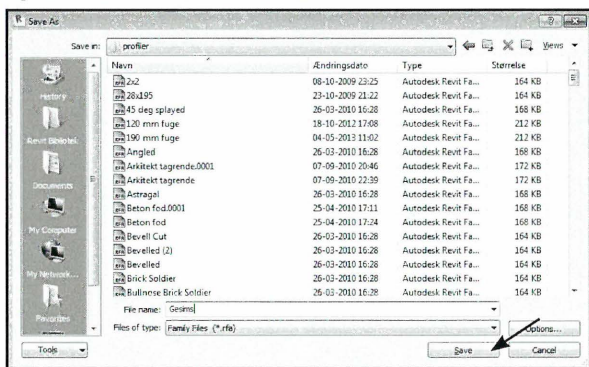

Fig. 03.07. Find frem til en mappe på din computer og navngiv eksempelvis gesims.
- Find et sted på din computer, evt. i dit Revit bibliotek i mappen der hedder *Profiles / Profiler*. Navngiv eksempelvis *Gesims* og tryk *Save* (Fig. 03.07).